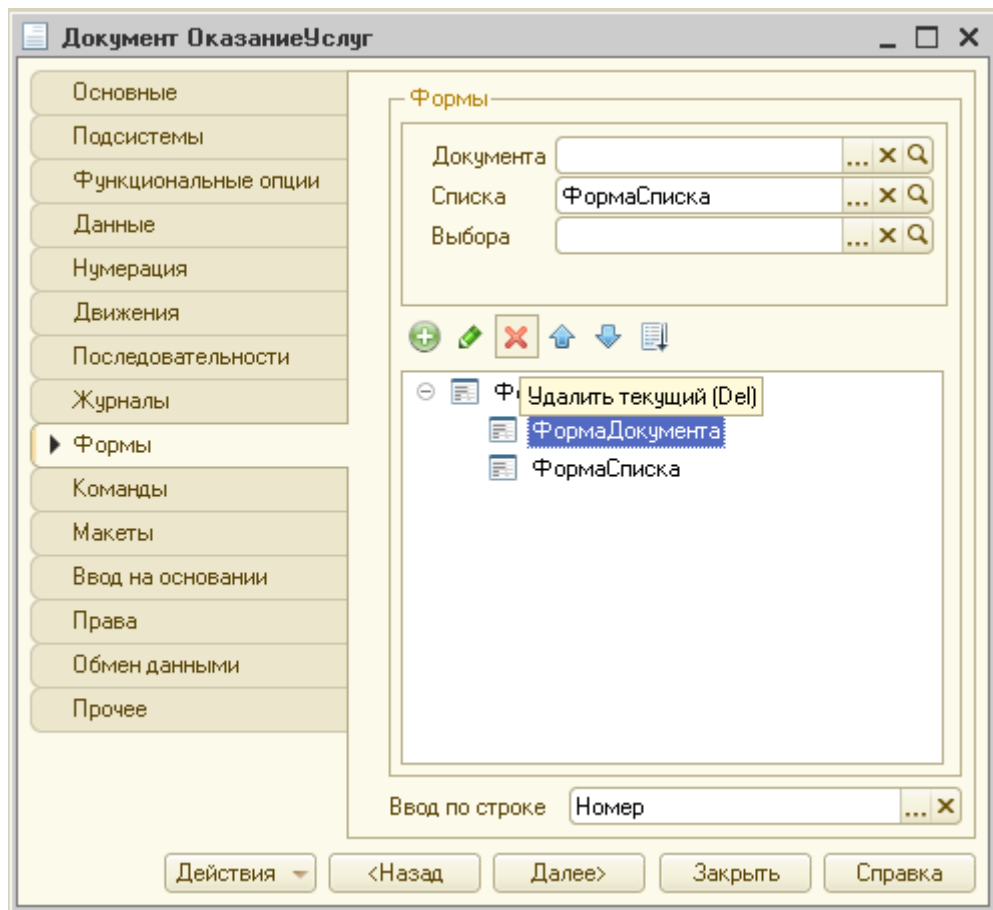

Рисунок 35 Удаление Формы документа
- Выберите в списке форм **ФормаДокумента**, на панели нажмите кнопку «Удалить» (красный крестик) (рис. 35).